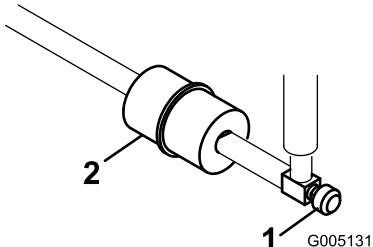

図45
燃料フィルタはインラインタイプで、燃料タンクとキャブレタの間にあります図45。フィルタについている矢印をエンジンの方に向けて取り付けてください。
- 燃料バルブを閉じ、フィルタのキャブレタ側についているホースクランプをゆるめ、燃料ラインからフィルタを外す(図45)。
- フィルタの下に容器を置き、もう一方のクランプも外してフィルタを取り出す図45。